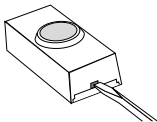

Figure 1
- 1. Installation de la pile alcaline 12 V de type A23 pour bouton-poussoir.** Ôtez la partie arrière du boîtier en enfonçant la patte du bas au moyen d'un petit tournevis (voir Figure 1). Assurez-vous que la pile est orientée correctement (voir p. 16).